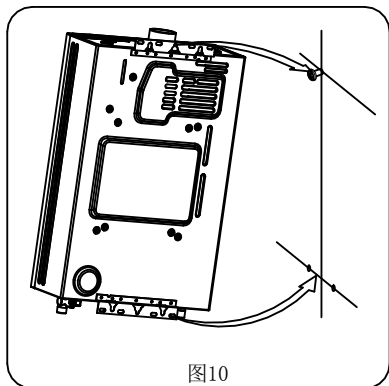

图10
- (2) 将热水器上挂架的中央缺槽挂入膨胀螺栓, 旋上螺母, 固定好热水器(图10);